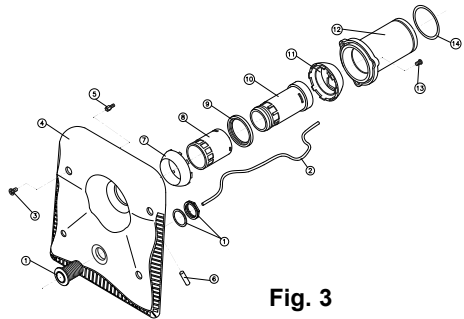
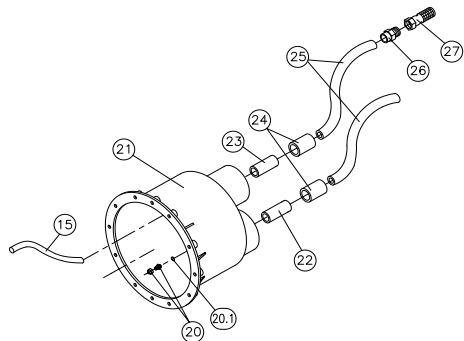

Fig. 3
Fig. 2
The transparent pipe (no.2, fig. 2) is to be connected to the microswitch located on the upper right-hand part of the panel. It is very important to ensure that the transparent pipe has no bends in it.
**3.1** Pour fixer le boîtier (n°21, fig.2) dans une paroi en béton, il vous suffit de suivre les instructions données au chapitre 2 (lie d'installation).
**4.1** Le boîtier est fourni avec les tubes no.22 et 23 (fig.2) déjà installés; de plus l'un des manchons (n°24, fig.2) est fourni collé au tube n° 22.
Cette ligne se compose d'un manchon (n° 24), d'un tuyau souple (n° 25), d'un embout fileté mâle (n° 26) et d'une valve à pied (n° 27); toutes ces pièces étant fournies montées; vous n'aurez donc qu'à coller l'extrémité du manchon (n° 24) au tube (n° 23) déjà installé sur le boîtier. Il est important de fixer le tube de la ligne d'air à la paroi du local technique en faisant en sorte que la valve à pied soit dans la partie la plus haute; on évitera ainsi l'aspiration de saleté (voir fig. 8, page 31). Nous installerons enfin le tuyau souple (n° 15, fig. 2) en l'emboîtant à pression dans la canule qui se trouve à l'intérieur du boîtier (voir fig.5, page 28).
Cette ligne se compose d'un tube (n° 22), d'un manchon (n° 24) et d'un tuyau souple (n°25); comme le tuyau (n°22) et le manchon (n°24) sont déjà installés dans le boîtier, il suffira de coller le tube (n°25). Avant de coller l'extrémité du tube (n°25) sur le manchon (n°24), on introduira le tuyau transparent (n°2, fig.3) dans la ligne pneumatique, on passera l'extrémité de ce tube transparent (n°2, fig. 3) par l'orifice du boîtier et on le fixera à l'aide du presse-étoupe (n° 20 et 20.1, fig. 2). Après cette opération, on collera le tuyau (n° 25) au manchon (n° 24). L'extrémité du tuyau (n° 2, fig. 3) sera connectée au micro-interrupteur situé sur un côté du tableau hydropneumatique inclus avec l'HIDROJET.